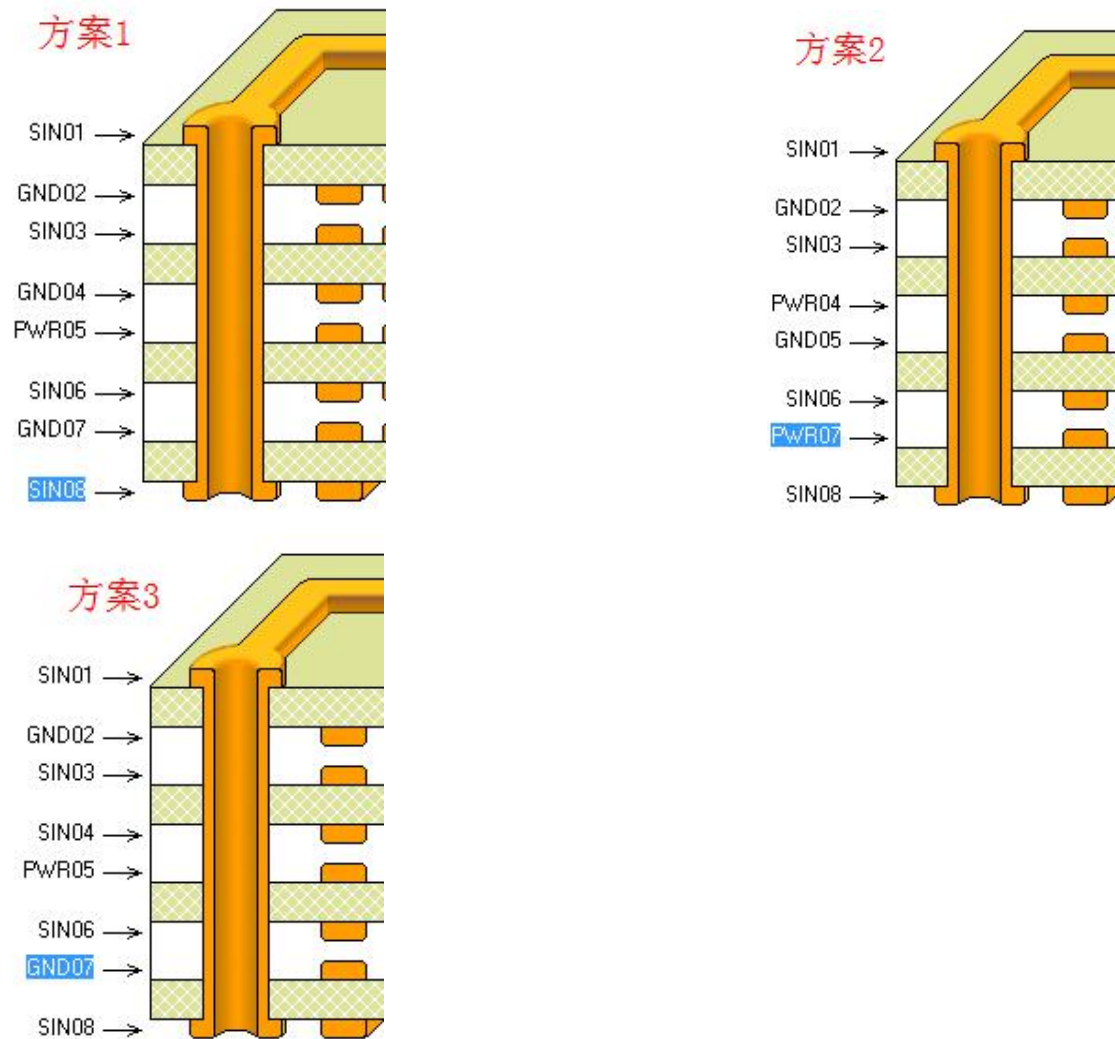

图 1-5 常见 8 层板叠层推荐方案
3、常见 8 层板叠层推荐，如图 1-5，优选方案 1 和 2，可用方案 3